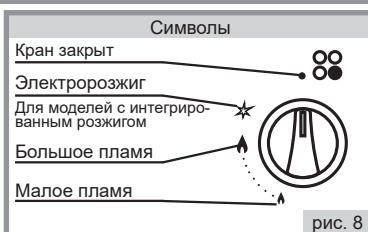

рис. 8
- Положение горелок на столе и символы состояния работы горелок схематично изображено (рис.8) возле рукоятки каждого крана на панели управления.